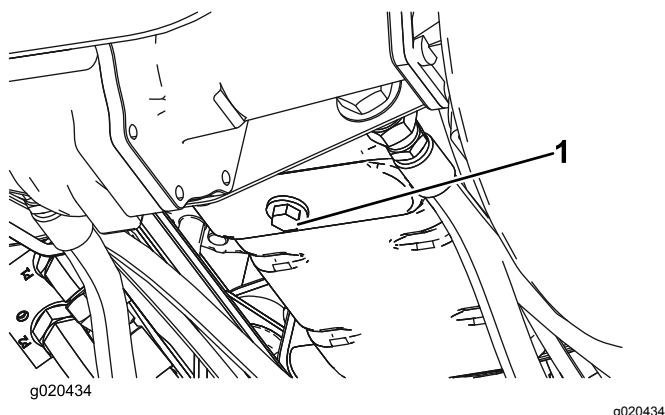

Figura 54
1. Retire o tampão de escoamento (Figura 54) e deixe o óleo escorrer para um recipiente adequado. Quando o óleo parar, volte a montar o tampão de escoamento.